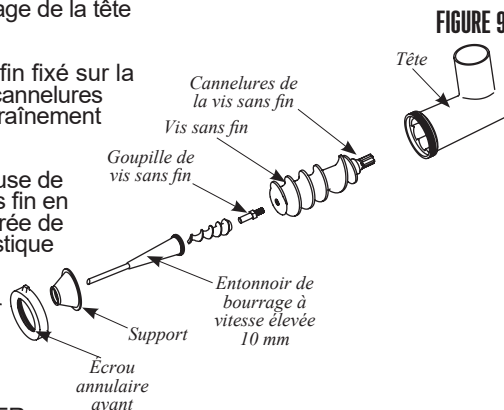

FIGURE 9
3. Insérer la vis sans fin dans la tête (**FIGURE 9**). Aligner les cannelures de la vis sans fin à l'arbre d'entraînement du hachoir.